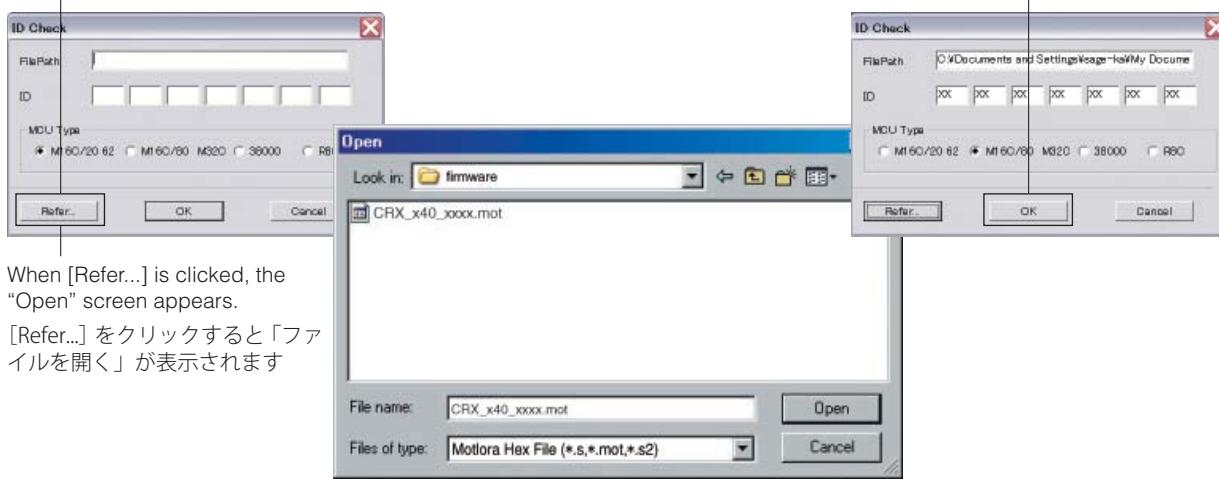

Fig. 3
4. Click [Refer...] and select the firmware name. (Fig. 3)
* The ID code and MCU type are loaded automatically when the file is selected. (Fig. 3)
Click [OK]. (Fig. 3)
4. [Refer...] をクリックし、書き込むファームウェアを選択します。 (Fig. 3)
* ID、および MCU Type は書き込みファイル選択後、自動的に取り込まれます。 (Fig. 3)
[OK] をクリックします。 (Fig. 3)